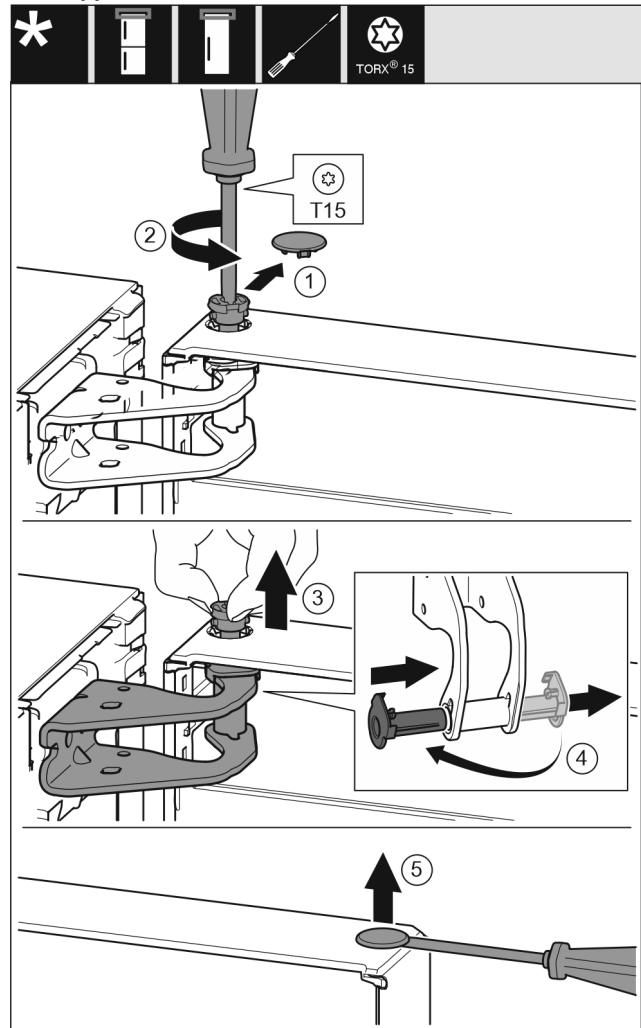

Fig. 7
- ▶ Træk forsigtigt sikringsafdækningen af Fig. 7 (1)
- ▶ Skru bolten lidt ud med en skruetrækker T15. Fig. 7 (2)
- ▶ Hold fast i døren, og træk boltens hoved ud med fingrene. Fig. 7 (3)
- ▶ Træk lejebøsningen ud af færingen. Sæt den i fra den anden side, og lad den gå i indgreb. Fig. 7 (4)
- ▶ Løft forsigtigt propperne ud af lågens lejebøsning med en kærveskruetrækker, og træk dem ud. Fig. 7 (5)